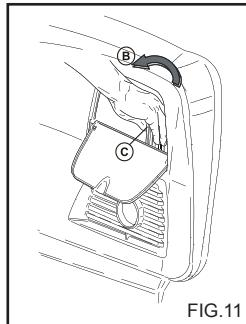

FIG.11
Tässä kappaleessa käsitellään vain niitä malleja, jotka on varustettu "paineensäädin" laitteella. Paineensäätimellä, fig. 11, käyttäjä voi säätää työpaineita. Kun nuppi C on käännetty vastapäivään (B) (minimi), virtauspaine vähenee. Käännä termostaatin nuppi